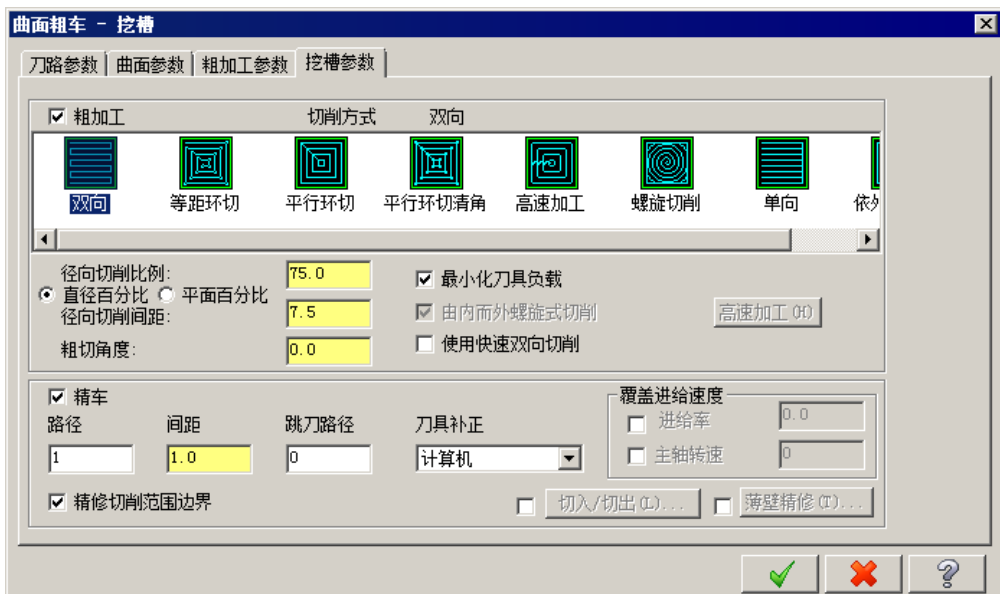

图 5.6.6 “挖槽参数”选项卡
(1) 在“曲面粗车-挖槽”对话框中单击 **挖槽参数** 选项卡，如图 5.6.6 所示。